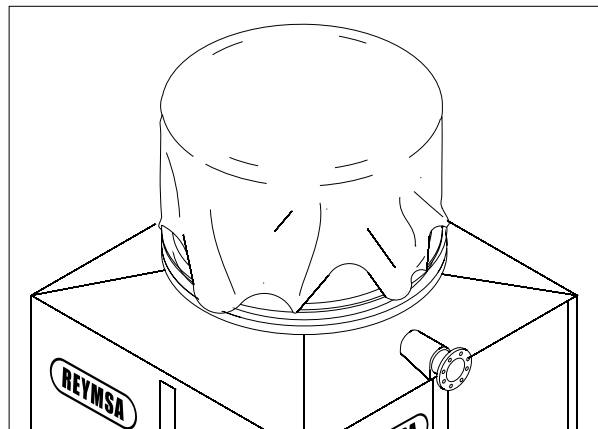

Figura C-13: Cubierta del ducto del ventilador
- Cubra la unidad y todos los componentes para evitar cualquier formación de hielo debido a la lluvia o nieve y mantenerla limpia por dentro y por fuera, especialmente la abertura de descarga del ventilador (como se muestra en la Figura C-13).